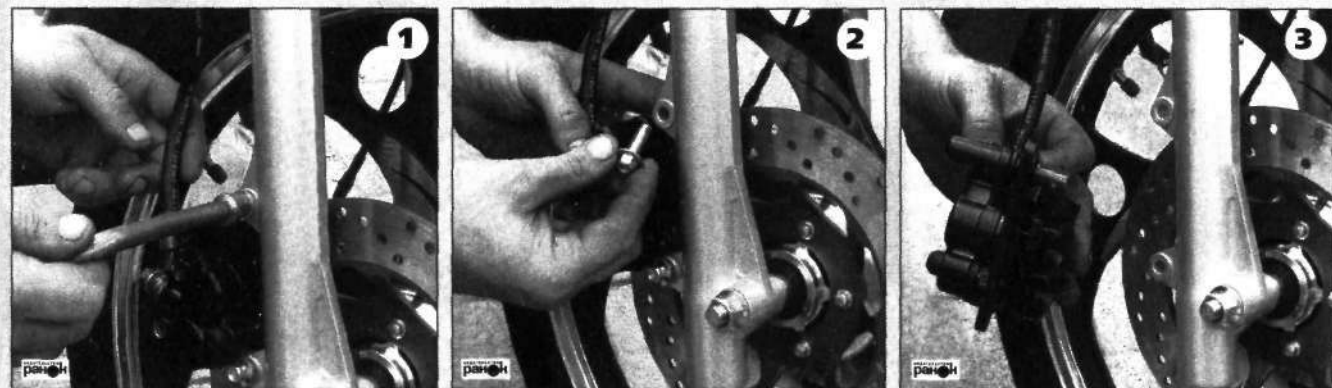

Рис. 44. Снятие тормозного суппорта
- открутив болты крепления, снять тормозной суппорт (рис. 44);